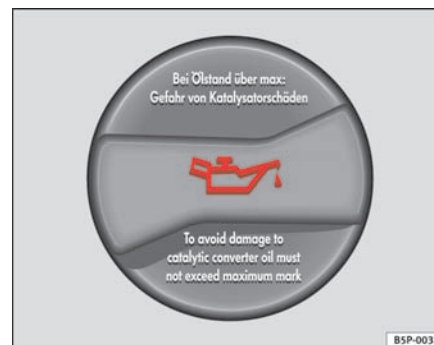

Fig. 123 Dæksel på påfyldningsåbningen til motorolie i motorrummet
- Skru dækslet af påfyldningsåbningen til motorolie ⇒ fig. 123.